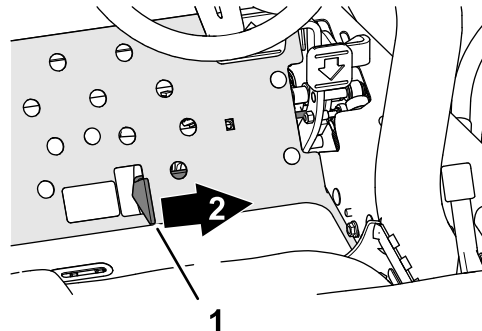

Figura 37
3. Ponga el interruptor de la transmisión de las unidades de corte en LA POSICIÓN DE ENGRANADO (Figura 37).
- Empuje la palanca bajar/segajar/elevar hacia adelante (Figura 37) para bajar y poner en marcha las unidades de corte (las unidades de corte delanteras están sincronizadas para que bajen antes de las unidades de corte traseras).